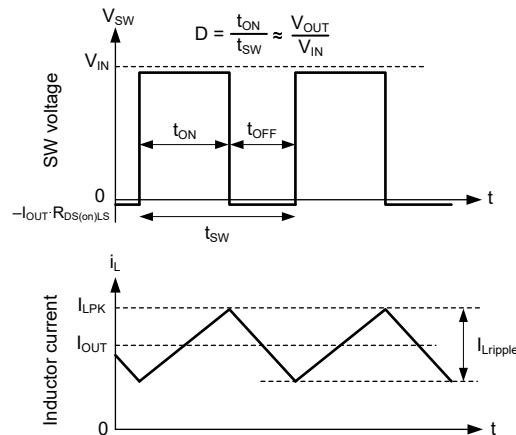

图 7-20. 连续导通模式 (CCM) 下的 SW 电压和电感器电流波形
转换器的以下运行说明涉及 功能方框图 和 图 7-20 中的波形。在 CCM 中，该转换器以变化的占空比 (D) 打开内部高侧 (HS) 和低侧 (LS) NMOS 开关，从而提供稳定的输出电压。在 HS 开关导通期间，SW 电压  $V_{SW}$  摆动至大约  $V_{IN}$ ，电感器电流  $i_L$  以线性斜率增加。HS 开关由控制逻辑关闭。在 HS 开关关闭时间  $t_{OFF}$ ，LS 开关打开。电感器电流通过 LS 开关放电，这会强制  $V_{SW}$  通过 LS 开关两端的压降摆动到地电位以下。控制环路调节占空比以保持恒定的输出电压。D 由 HS 开关在开关周期内的导通时间定义：